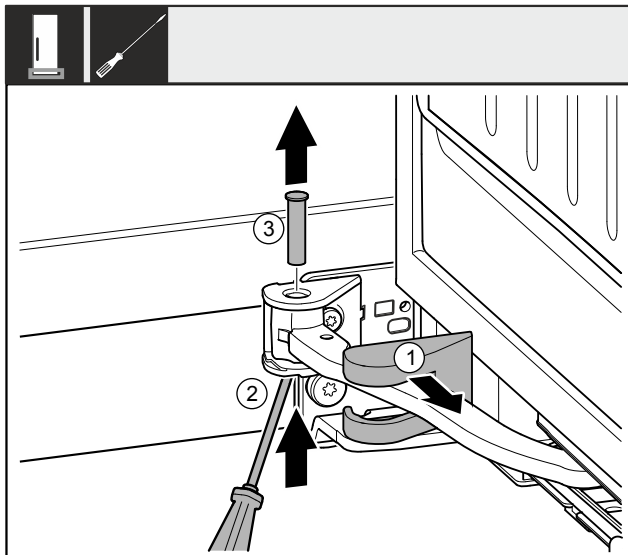

Fig. 9
- ▶ Снимите крышку опорного кронштейна Fig. 9 (1) и переместите вдоль шарнира.
- ▶ Отверткой приподнимите палец Fig. 9 (2) снизу.
- ▶ Извлеките палец Fig. 9 (3) сверху.